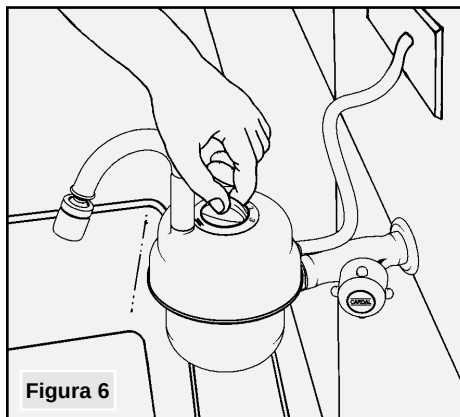
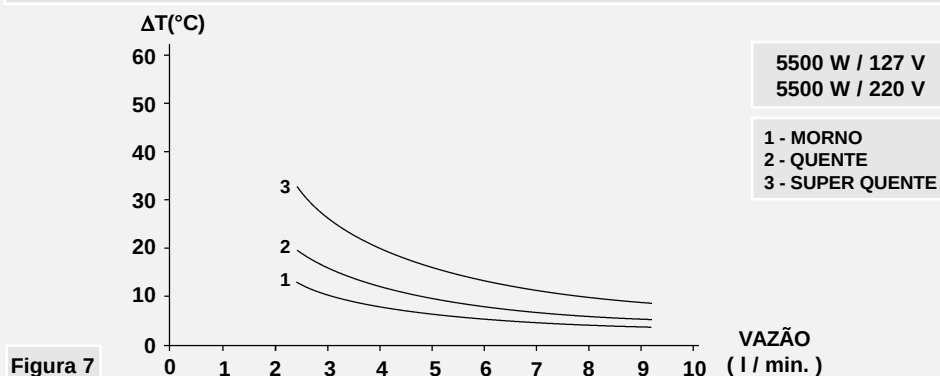

Figura 6
Figura 7
- 3 - Regule a temperatura da água de acordo com seu gosto, acionando o botão de regulação (Figura 6) para mais frio ou mais quente e/ou, aumentando ou diminuindo a vazão de água através do registro (Figura 7).